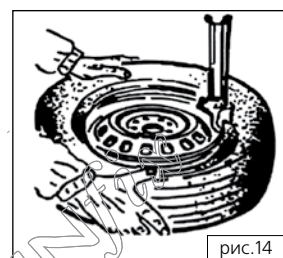

рис.14
3. Положите шину на диск, приподняв её левую сторону, затем начните вращать стол, одновременно надавливая на покрышку, чтобы нижний борт вошел за край обода (**Рис. 14**).